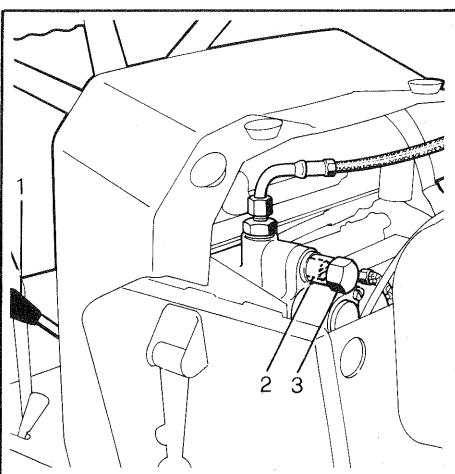

Fig. 25 - Bild 25
- Agire sulla leva del distributore idraulico (fig. 25, particolare 1) e **tenendola sollevata** accertarsi che il manometro indichi una pressione di 90 + 100 Atm.
- Se ciò non avviene occorre agire opportunamente sulla valvola di sovrappressione (2) avvitando o svitando la vite di registro, dopo avere rimosso il cappellotto a vite di protezione (3).
- Act on the hydraulic control valve lever (fig. 25, detail 1). **Hold valve lever up** and make sure the pressure gauge reading is 90 to 100 kg/sq.cm.
- If reading is different, action is needed on the relief valve: remove the screw cap (3) and screw out or down the set screw of relief valve (2).
- Manoeuvrer le levier du distributeur hydraulique (fig. 25, détail 1) **et tout en le tenant soulevé**, s'assurer que le manomètre indique une pression de 90 à 100 Atm.
- Dans le cas contraire, agir sur le clapet de surpression (2) en serrant ou en desserrant la vis de réglage après avoir enlevé le chapeau de protection à vis.
- Den Steuerhebel des hydraulischen Verteilers (Bild 25, Detail 1) **betätigen und sich bei hochgehobenem Hebel vergewissern**, dass das Manometer einen Druck von 90 - 100 kg/cm² anzeigt.
- Sollte der Druck nicht stimmen, die Schutzkappe (3) entfernen und auf das Überdruckventil (2) wirken, wobei die Einstellschraube an-oder abgeschraubt wird.
L'attrezzo non si solleva o si solleva a fatica.	<ol style="list-style-type: none"> Insufficiente quantità di olio nel serbatoio per l'impianto idraulico. Ripristinare il livello dell'olio. Insufficiente pressione. Agire sulla valvola di sovrappressione posta sul distributore aumentando la taratura stringendo la vite posta all'interno del corpo portamolla dopo avere rimosso il cappellotto di protezione (fig. 25). Perdite di olio nel distributore. Sostituire il distributore. Perdite di olio nel martinetto. Revisionare il martinetto o eventualmente sostituire. Pompa idraulica danneggiata. Sostituire. Olio di tipo inadatto. Sostituire con l'olio prescritto dalla Ditta Costruttrice.
The implement does not raise or heaves.	<ol style="list-style-type: none"> Low oil level in the hydraulic reservoir. Top up. Low pressure. Adjust the relief valve on the control valve tightening the screw inside the spring housing. To gain access to the screw, remove the protection cap (fig. 25). Leakage in the control valve. Replace. Actuator leakage. Repair or replace. Hydraulic pump damaged. Replace.
L'outil ne se soulève pas ou monte avec difficulté.	<ol style="list-style-type: none"> Manque d'huile hydraulique dans le réservoir. Verser de l'huile jusqu'au niveau établi. Pression insuffisante. Agir sur le clapet de surpression placé sur le distributeur et augmenter le tarage en serrant la vis à l'intérieur du corps porte-ressort, une fois enlevé le chapeau de protection (fig. 25). Fuites d'huile dans le distributeur. Le remplacer. Fuites d'huile dans le vérin. Vérifier le vérin et le remplacer si besoin est. Pompe hydraulique en panne; la remplacer.
Das Gerät hebt sich nicht oder nur mit Schwierigkeit.	<ol style="list-style-type: none"> Ungenügendes Hydrauliköl im Hydraulikölbehälter. Ölstand wieder herstellen. Ungenügender Druck. Das auf dem Verteiler angebrachte Überdruckventil einstellen, wobei die im Inneren des Federträgers angeordnete Schraube nach Entfernung der Schutzkappe angeschraubt wird (Bild 25). Ölverluste im Verteiler. Den Verteiler ersetzen. Ölverluste im Hubzylinder. Den Hubzylinder instandsetzen oder ggf. ersetzen. Hydraulikpumpe beschädigt. Ersetzen.